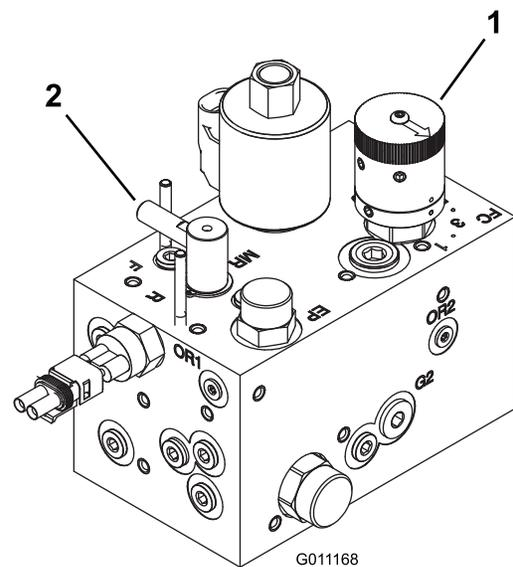

Figura 46
- Rode o manípulo de controlo da velocidade dos cilindros (Figura 46) para o número de definição determinado no passo 1.